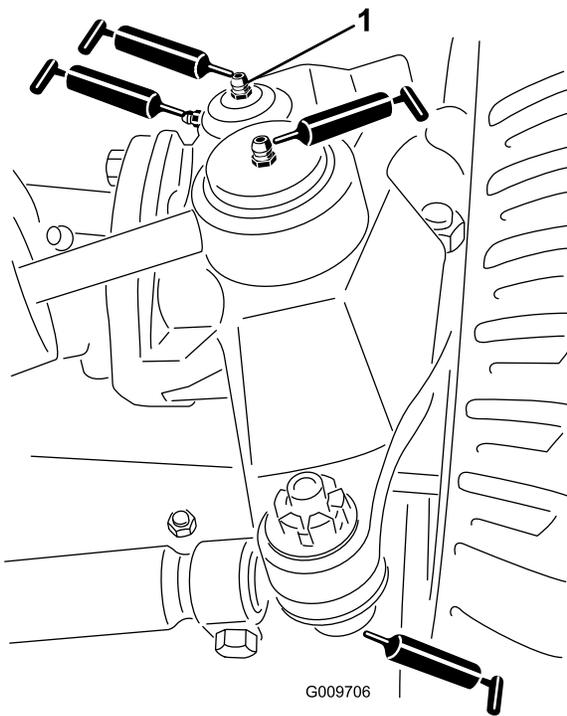

Figura 22
- Articulaciones esféricas del cilindro de dirección (2) (Figura 22)
- Articulaciones esféricas de las bielas (2) (Figura 22)
- Casquillos del pivote de dirección (2) (Figura 22). **El punto de engrase superior del pivote de dirección debe lubricarse solamente cada año (2 aplicaciones).**